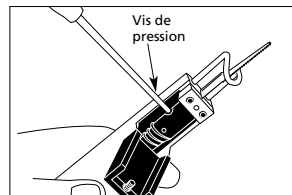

Figure 3
3. Utiliser une clé hexagonale 4 mm pour desserrer les vis de pression qui servent à fixer la lame de scie dans l'outil (Figures 3 et 4)